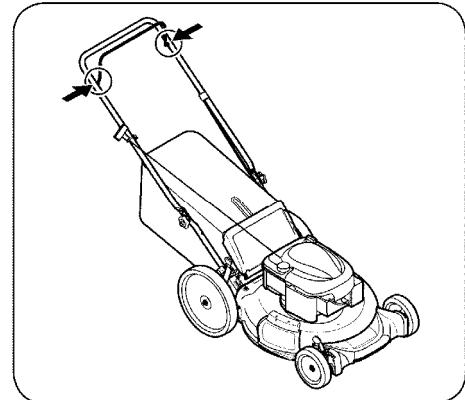

Рис. 18
Смажьте опорные точки планки управления ножом, по крайней мере, один раз в сезон с легкой смазкой. Планка должна свободно перемещаться в обоих направлениях. См. Рисунок 18.
5. Смажьте коленчатый вал и внутреннюю поверхностью адаптера ножа легким маслом. Установите адаптер ножа на коленчатый вал двигателя. Поместите нож на адаптер так, что бы поверхность ножа с пометкой "Bottom" (или с номером детали) находилась к земле при рабочем положении косилки. Убедитесь, что нож совместился и установился на фланцах адаптера. См. вставку Рисунок 18.